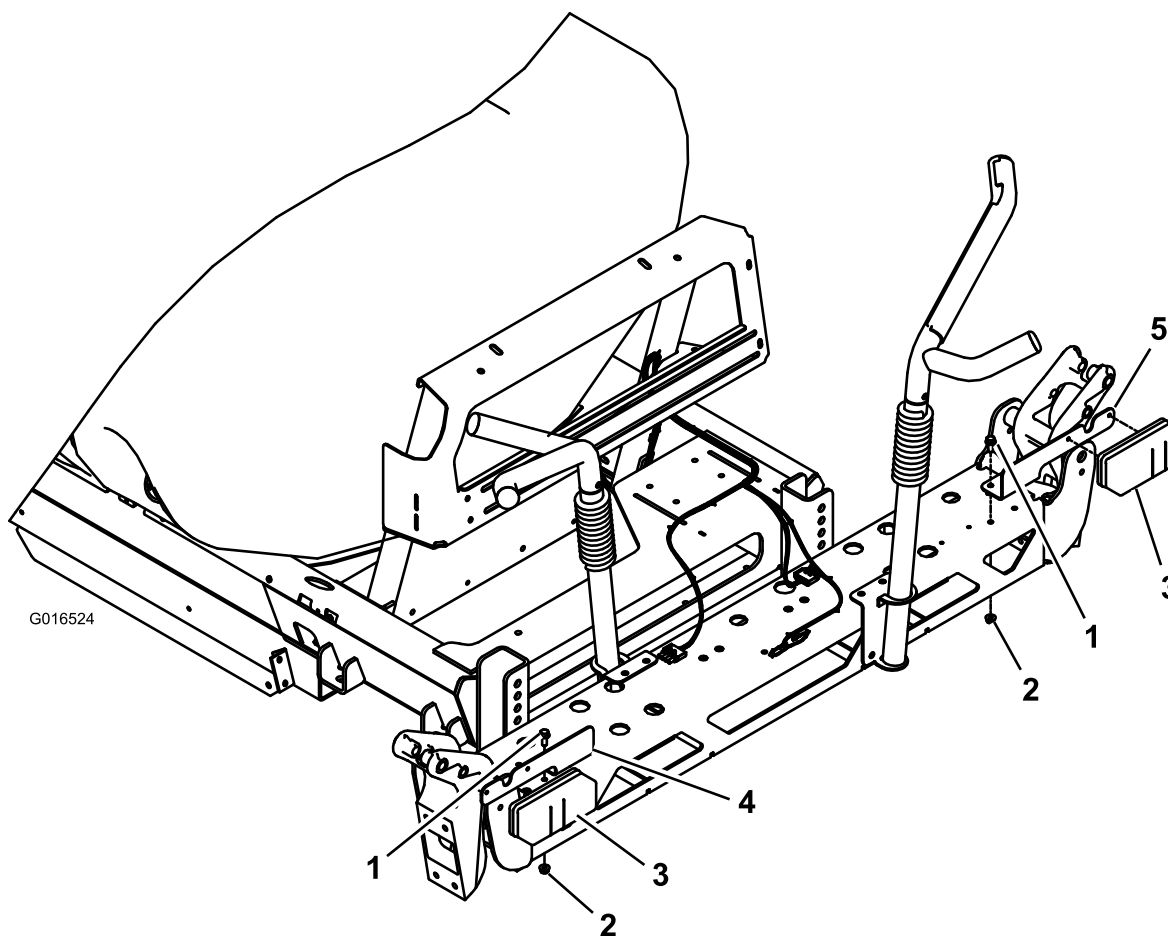

Figura 5
1. Montate le staffe di segnale destra e sinistra sul supporto della barra con 4 viti flangiate a testa esagonale e 4 dadi flangiati a testa esagonale (Figura 5).
2. Montate le luci posteriori sulle staffe di segnale (Figura 5).